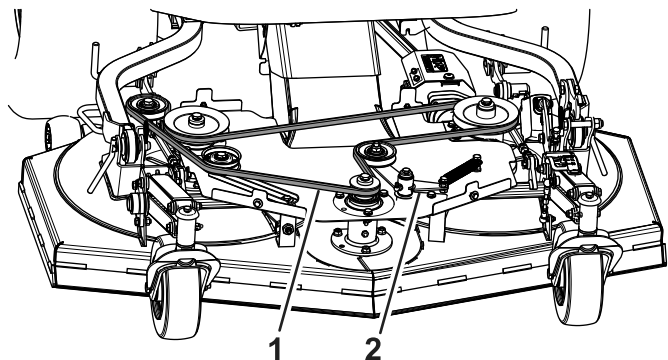

図 106
4. カッティングユニットのポストからアイドルアームスプリングを外す 図 106。
1. 図 106に示すように、新しいベルトをプーリに取り付ける。
2. カッティングユニットのポストにアイドルアームスプリングを取り付ける 図 106。